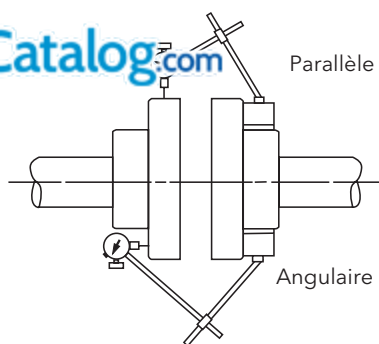

Figure 6
- 5.2.1. Les arbres ont été alignés en usine, mais le transport peut parfois les désaligner. On doit donc vérifier l'alignement avant la mise en service de la pompe (v. figure 6).